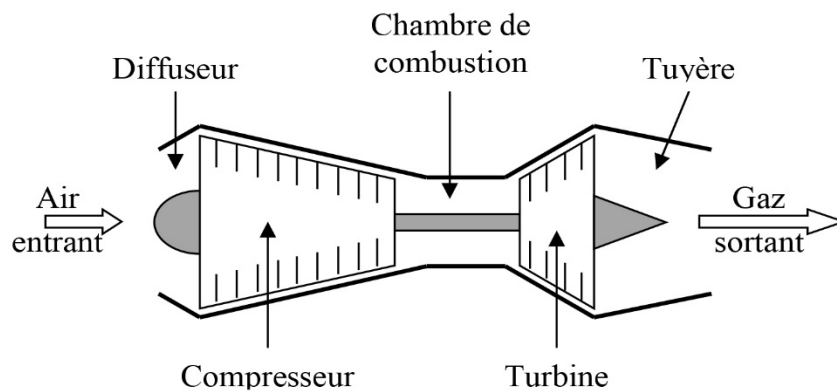

Figure 12 - Schéma de principe d'un turboréacteur simple flux
Les constituants principaux d'un turboréacteur sont un compresseur, une chambre de combustion et une turbine. Dans cette **partie** on étudie un turboréacteur dit simple flux (**figure 12**) pour lequel le gaz entrant dans le réacteur passe dans un diffuseur pour en diminuer la vitesse avant d'être comprimé par le compresseur. Le gaz comprimé arrive dans une chambre de combustion où il est chauffé avant d'être détendu partiellement dans la turbine qui fournit la puissance nécessaire au compresseur. En sortie de turbine, le gaz reste à une pression relativement élevée par rapport à la pression extérieure et il est détendu dans une tuyère, ce qui permet de l'accélérer : c'est cette accélération qui permet la propulsion de l'avion.
- Q30.** En considérant un réacteur positionné horizontalement avec son entrée à gauche comme indiqué sur la **figure 12**, représenter qualitativement le vecteur de la force exercée par l'air sur l'avion $\vec{F}_{\text{air} \rightarrow \text{avion}}$ ainsi que les vecteurs $\vec{v}_e$ et $\vec{v}_s$ dans le référentiel du réacteur. Comparer les normes v_e et v_s des vecteurs vitesses pour que la force exercée par l'air sur l'avion soit propulsive.